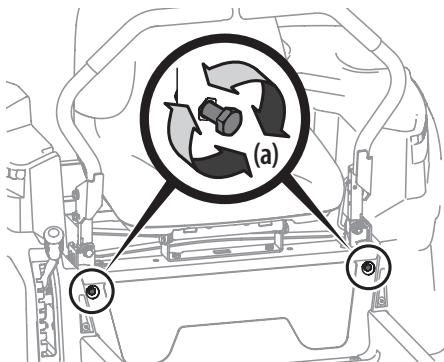

Figura 41
- Ubique los pernos del ajuste de detención de las palancas de control de la transmisión de barras de seguridad (a) que están en el frente del marco del asiento. Consulte la Figura 41.
- Para reducir la velocidad de avance, gire los pernos del ajuste de detención de las palancas de control de la transmisión de barras de seguridad (a) en el sentido de las agujas del reloj. Para incrementar la velocidad de marcha hacia adelante, gire los pernos de ajuste de detención de las palancas de control de la transmisión de barras de seguridad (a) en el sentido contrario a las agujas del reloj. Gire los pernos de ajuste de detención de las palancas de control de la transmisión de barras de seguridad (a) en la dirección necesaria 1/4 de giro por vez. Despues de girar los pernos de ajuste de detención de las palancas de control de la transmisión de barras de seguridad (a), compruebe el ajuste manejando el tractor. Consulte la Figura 41.